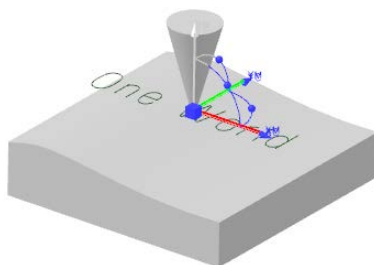

图 4.9.7 显示刀具
Step1. 显示刀具。在“轮廓文本”对话框 **刀具** 选项卡的 **刀具** 区域中单击“编辑/显示”按钮 ，系统弹出“铣刀-球头铣”对话框，同时在图形区中显示刀具的形状及大小，如图 4.9.7 所示，然后单击 **确定** 按钮。